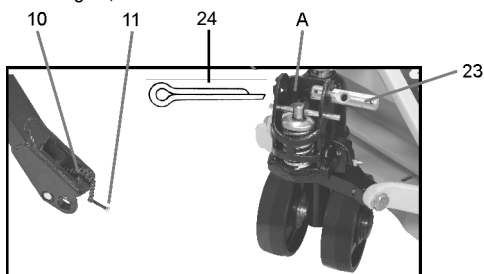

Fig. 3 – Eixo do cabo
- a. Retire o contrapino/cupilha "24" e remova totalmente o eixo "23". Encaixe o cabo na posição "A". Recoloque o eixo "23" passando pelo cabo e trave o conjunto recolocando o contrapino/cupilha "24", ver fig. 3;